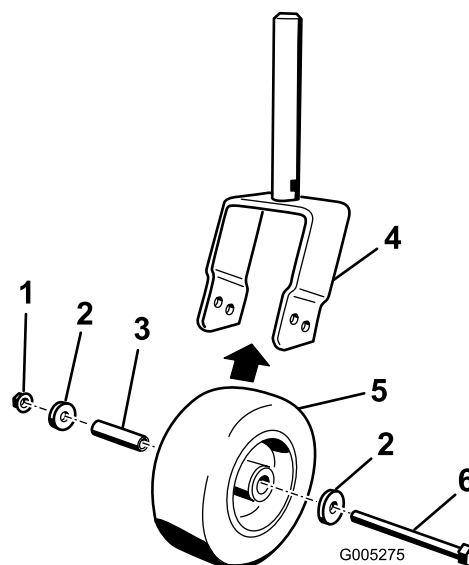

Bild 18
1. Entfernen Sie die Sicherungsmutter von der Schraube, mit der das Laufrad und die Scheiben zwischen der Laufradgabel befestigt sind (Bild 18). Halten Sie das Laufrad fest und schieben die Schraube aus der Gabel. Entfernen Sie die Spannbüchse des Reifens von der Innenseite des Rads.